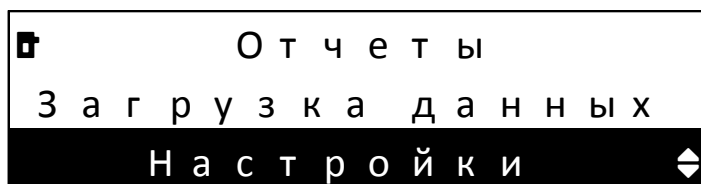

Рисунок 5.1.4 – Окно выбора меню Настройки
5.8 Окно выбора меню **Настройки** (рисунок 5.1.4) (п. 7.3).